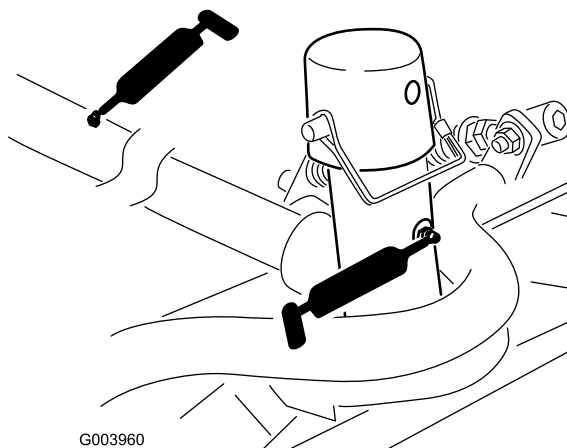

Figura 106
- Bastidor de tiro y pivote de la unidad de corte (2 en cada) (Figura 106).